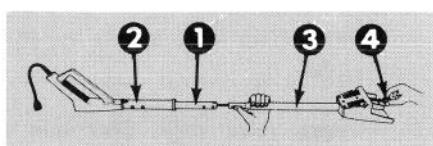

Figure 3
5. Alignez les sections inférieure et supérieure du manche. Tenant le connecteur du manche d'un main, glissez la section inférieure en position de montage dans la section supérieure (Fig. 3). Alignez les trous. Glissez en position la poignée centrale en plastique et alignez-la avec les trous du manche.